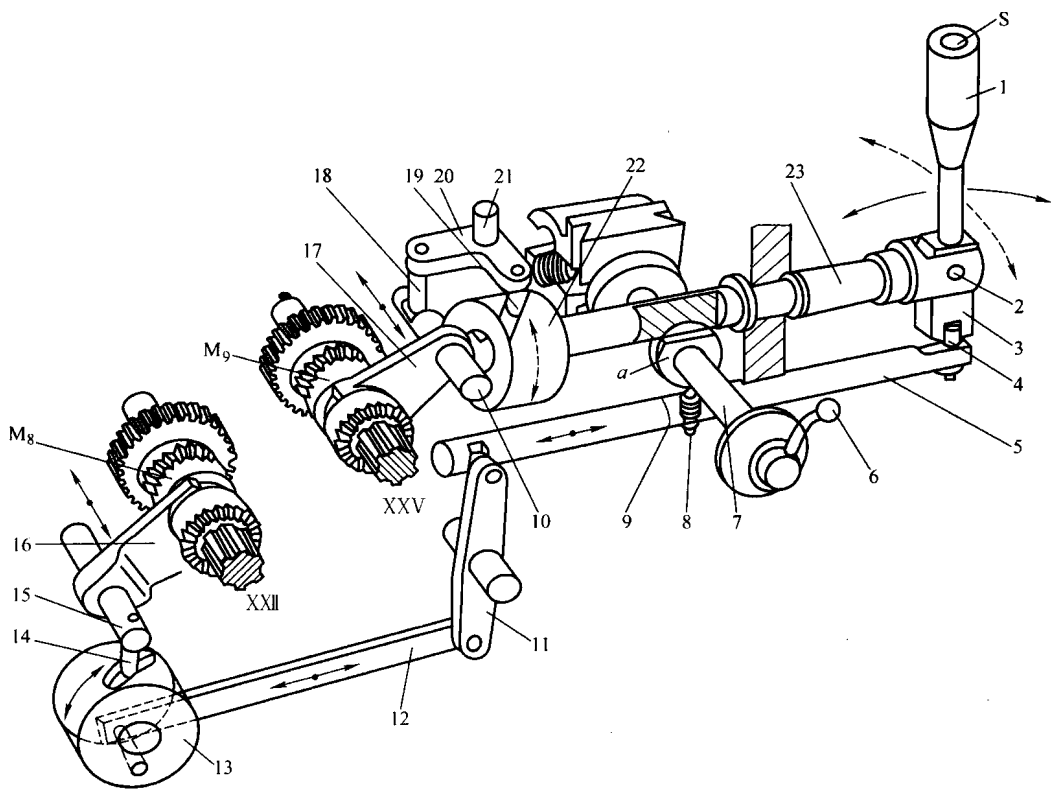
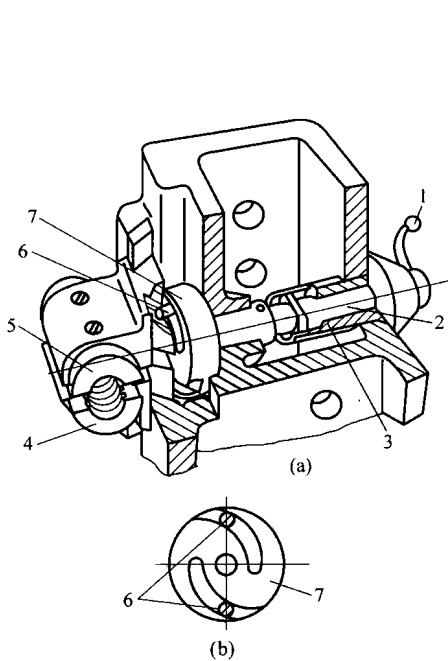
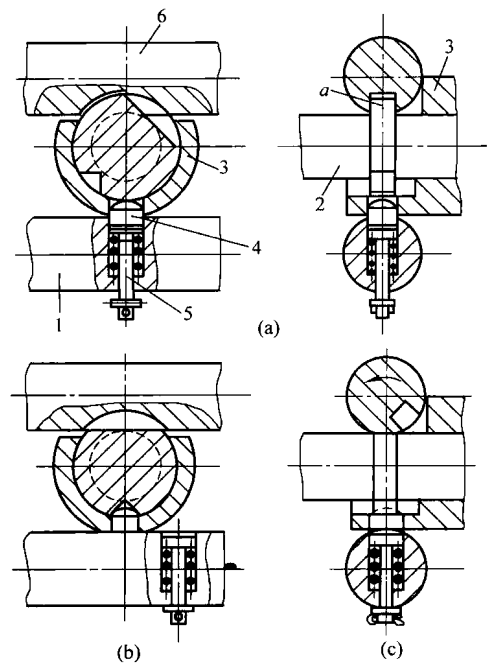

图 2.9 纵、横向机动进给操纵机构 (CA6140)
图 2.10 开合螺母机构 (CA6140)
图 2.11 互锁机构工作原理 (CA6140)
(11) 溜板箱(安全离合器和单向超越离合器、纵横向机动进给开合螺母的操纵机构、互锁机构等)(如图 2.7、图 2.8、图 2.9、图 2.10、图 2.11)。